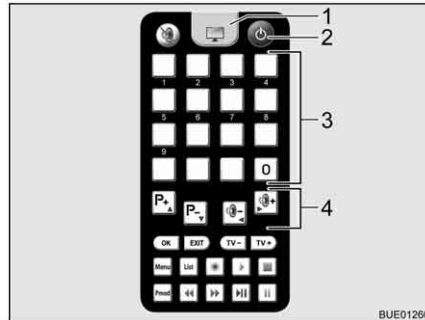

Bild 27 Fjärrstyrning TV-apparat
- Tryck på knappen "☉" (Bild 27,2) på fjärrstyrningen till TV-apparaten. Systemet växlar till sökläge. En konstant signal ljuder.
- Tryck på TV-knappen (Bild 27,1) på fjärrstyrningen till TV-apparaten för att koppla om till TV-mottagning. Signalen tystnar. En bild visas på skärmen.
- Ställ in den önskade sändaren via lagringsknapparna (Bild 27,3) eller funktionsknapparna (Bild 27,4) på fjärrstyrningen till TV-apparaten.